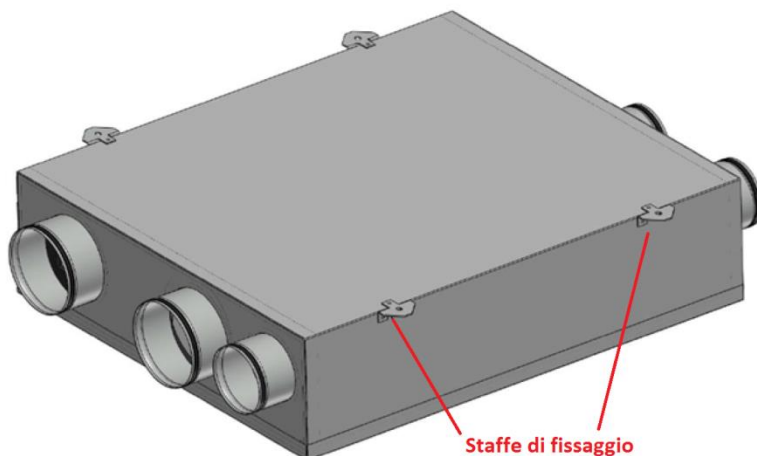

Figura 1 - Fissaggio delle staffe fornite a corredo
- Posizionare le staffe di supporto (4 o 6 in base al modello) in corrispondenza delle preforature sui fianchi dell'unità (verso il fondo) e fissarle con le viti autoforanti in dotazione, con l'ausilio di un trapano avvitatore (vedi Figura 1).